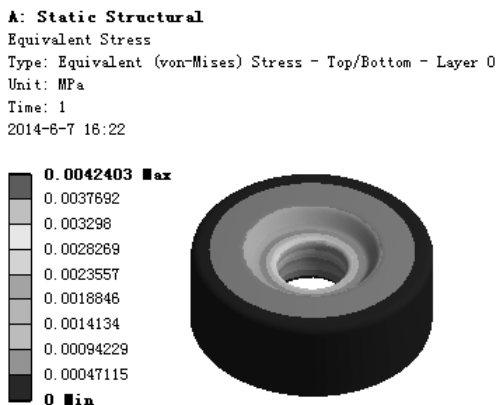

图 7.4.7 应力结果图解
(1) 求解分析。在顶部工具栏中单击 **Solve** 按钮求解分析。
(2) 查看应力结果图解。在“Outline”窗口中选中 **Equivalent Stress**，查看图 7.4.7 所示的总应力结果，其最小应力为 0MPa，最大应力为 0.0042403MPa。